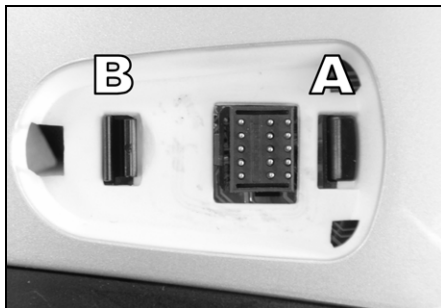

Fig. 23
- En regardant le casque de l'extérieur, introduire la languette de positionnement arrière dans la rainure A comme cela est indiqué dans la figure; fixer ensuite la partie en plastique au casque en alignant le connecteur à 15 broches avec le trou de la calotte (Fig. 23).
- Appuyer par l'intérieur du casque sur la zone portant l'indication 'PUSH' (Pousser) jusqu'à ce que le cran d'étanchéité B (Fig. 23) s'enclenche.